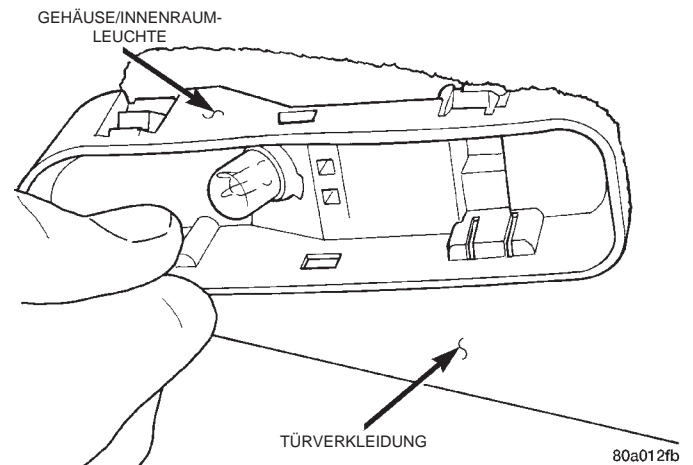

Abb. 8 Innenraumleuchte
- (2) Innenraumleuchte von der Türverkleidung abziehen (Abb. 8).
- (3) Steckverbinder von der Lampenfassung der Innenraumleuchte abziehen.
- (4) Innenraumleuchte aus dem Fahrzeug nehmen.
- (1) Innenraumleuchte am Fahrzeug ansetzen.
- (2) Steckverbinder an der Lampenfassung der Innenraumleuchte anschließen.
- (3) Innenraumleuchte in die Türverkleidung einsetzen (Abb. 8).
- (4) Vorderkante der Streuscheibe am Leuchtengehäuse ansetzen.
- (5) Streuscheibe am Leuchtengehäuse einrasten lassen.